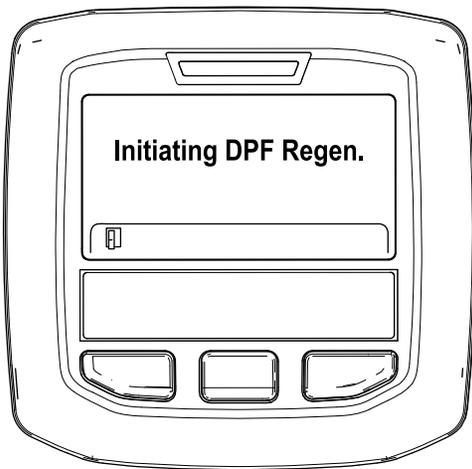

Рисунок 53
- A. «Initiating DPF Regen» («Начало регенерации DPF») (Рисунок 53).